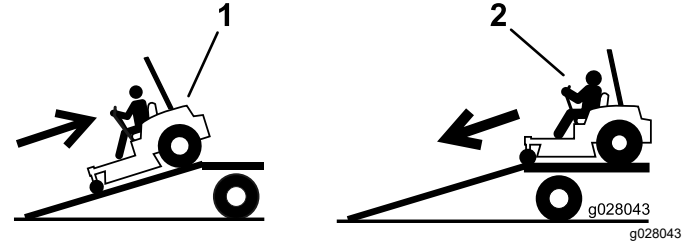

Figure 44
2. Descendez la rampe en marche avant (Figure 44).